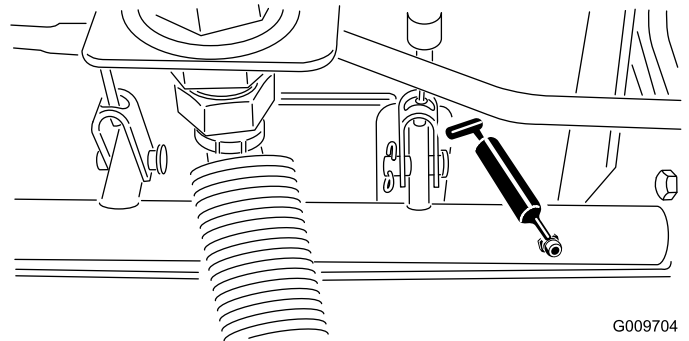

Figura 112
- Cojinetes del pivote del eje de freno (5); consulte la Figura 112